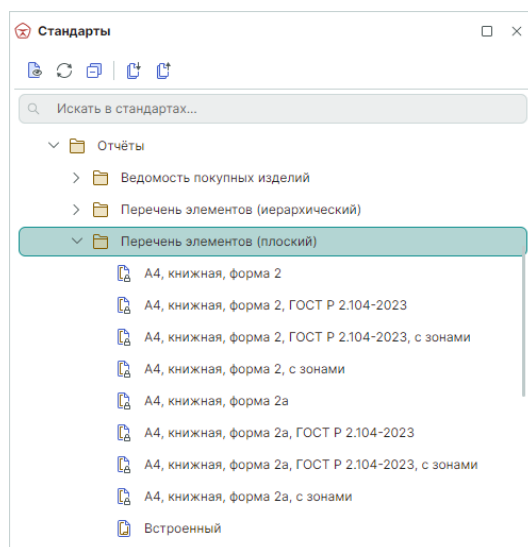

Рис. 80 Форматы и штампы перечня элементов (плоского)
- Перечень элементов (плоский), см. Рис. 80.